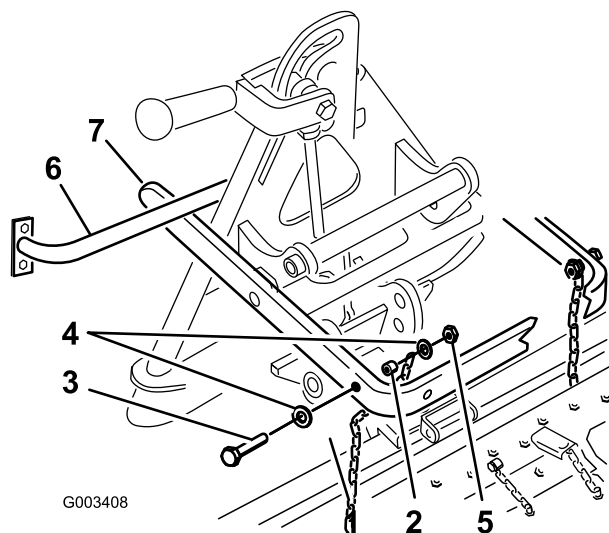

Figura 6
conjunto del bastidor trasero de la unidad de tracción (Figura 6).
Siempre levante y mueva el accesorio usando el asa situada en la parte trasera del adaptador de accesorios (Figura 6).
5. Sujete el eslabón superior de cada cadena al interior del brazo de elevación usando un perno ($3/8 \times 2-1/2$ pulgadas), 2 arandelas ($3/8 \times 7/8$ pulgada), un espaciador, y una contratuerca ($3/8$ pulgada) (Figura 6).